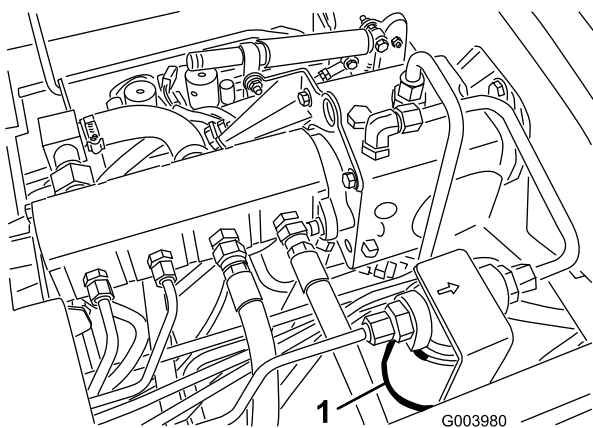
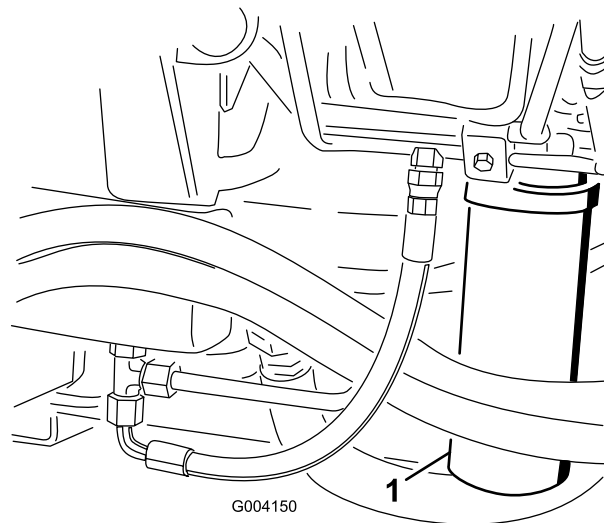

図 78
図 79
2. フィルタ取り付け部付近をきれいに拭い、下に容器を置く（図 78と図 79）。